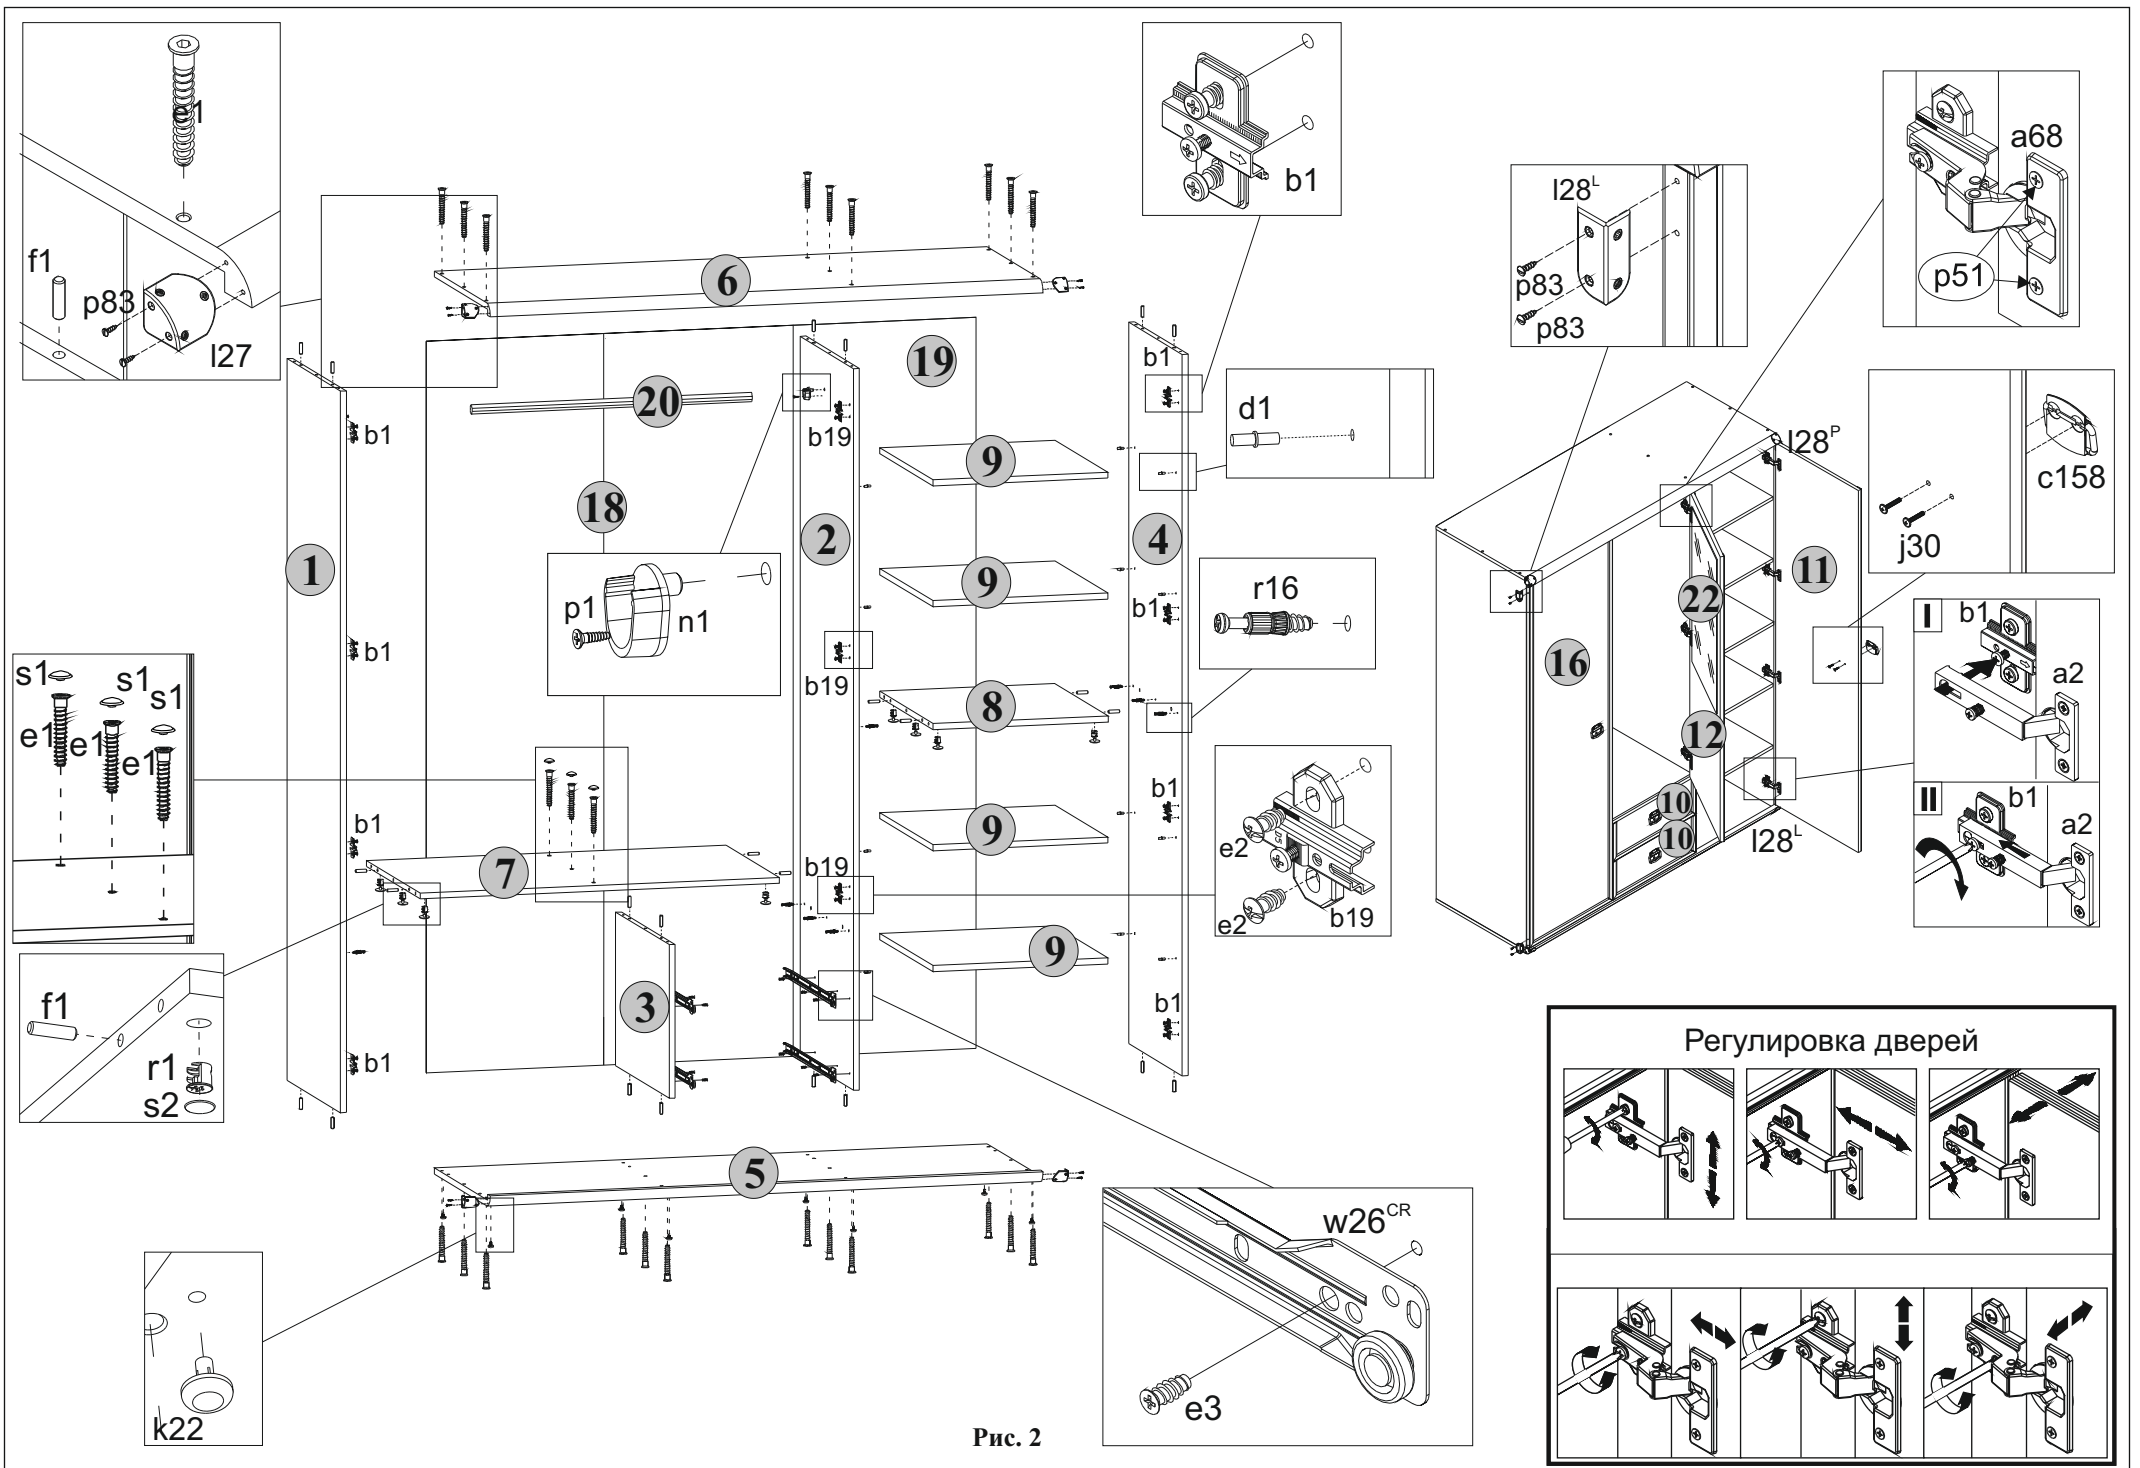

Рис. 2
вставить стяжки эксцентриковые **г1 (см.рис. 2)**.
5.11 В отверстия диаметром **4,5 мм** на нижней поверхности щита нижнего **5** вставить опоры полимерные **k22 (подпятники) (см.рис. 2)**.
5.13 К полке соединительной **7** присоединить стенку среднюю **3** и стянуть конформатами **e1**, пользуясь специальным ключом **z1** из комплекта фурнитуры. Головки конформатов **e1** закрыть заглушками **s1 (см.рис. 2)**.
5.16 К деталям **1, 2, 3 и 4** присоединить щит нижний **5** и стянуть конформатами **e1**, пользуясь специальным ключом **z1** из комплекта фурнитуры (**см.рис. 2**).
5.17 К деталям **1, 2 и 4** присоединить щит верхний **6** и стянуть конформатами **e1**, пользуясь специальным ключом **z1** из комплекта фурнитуры (**см.рис. 2**).
5.31 Положить двери **16** и **11** фасадной поверхностью вниз на ровную поверхность. Закрепить на дверях петли шарнирные **a2**, пользуясь крестообразной отверткой (**см.рис.2**).
5.2 В отверстия диаметром **8 мм** на верхних и нижних кромках стенок боковых **1** и **4**, на верхних и нижних кромках стенок средних **3** и **4**, а также на боковых кромках полок соединительных **7** и **8** вбить деревянные шканты **f1** (см.рис. 2).
5.6 В отверстия диаметром **5 мм** над направляющими роликовыми **w26CL** и **w26CR** на левой поверхности стенки средней **2** и на правой поверхности стенки боковой **1** вкрутить винты стяжки **r16**, пользуясь крестообразной отверткой (см.рис. 2).
5.7 В отверстия диаметром **5 мм** в центральной части на левой поверхности стенки боковой **4** и на правой поверхности стенки средней **2** вкрутить винты стяжки **r16**, пользуясь крестообразной отверткой (см.рис. 2).